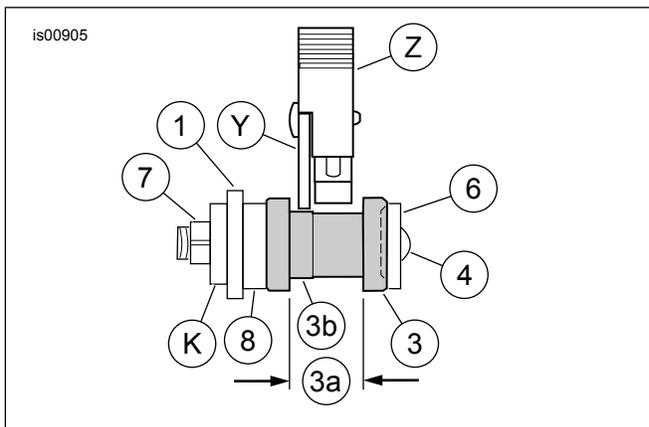
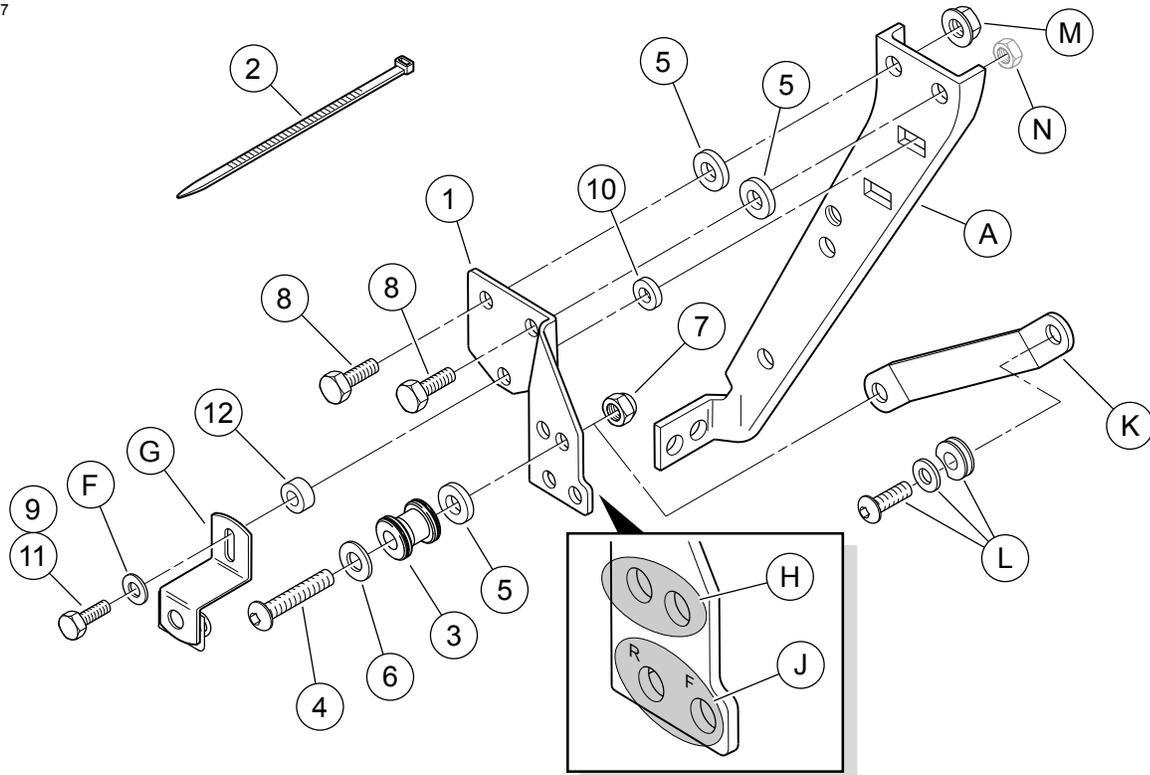
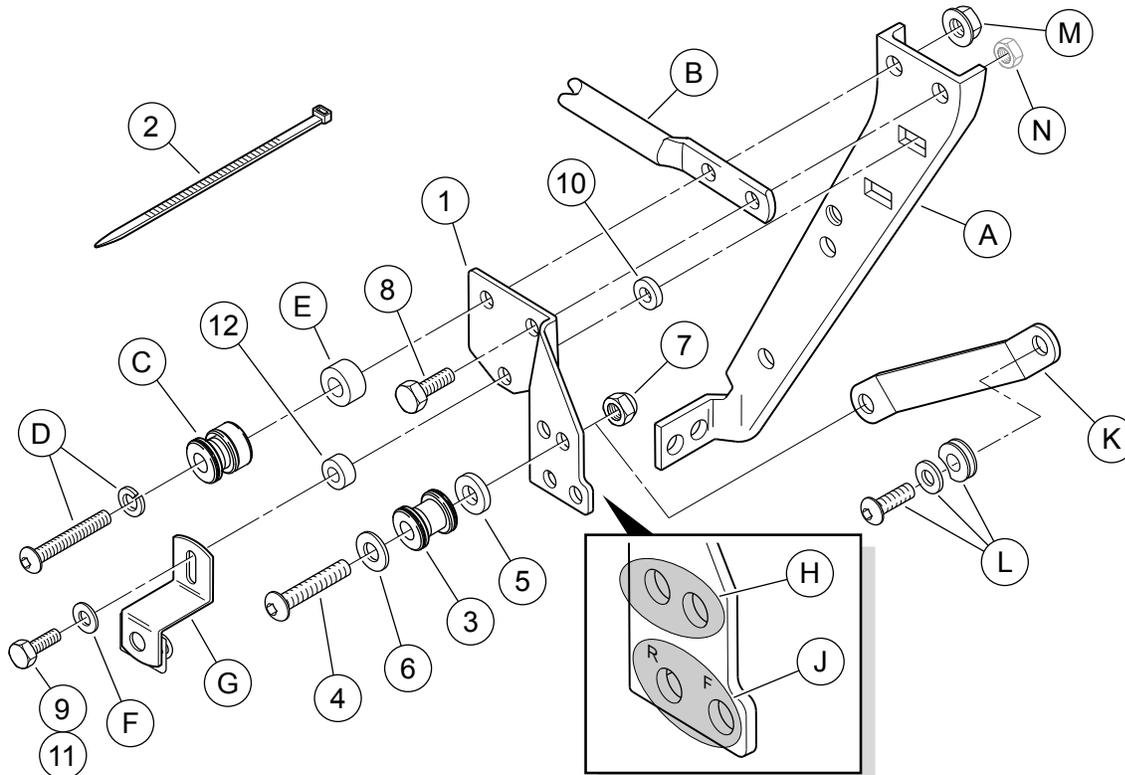

Figure 4. Alignement correct du loquet dans le galet d'ancrage de droite (vu de l'arrière)
Figure 6. Installation SANS les kits d'ancrage 53127-96C et 53746-97B
Figure 7. Installation AVEC les kits d'ancrage 53127-96C et 53746-97B
Voir la Figure 6 ou la Figure 7 et le Tableau 2.
1. Voir la Figure 6 ou la Figure 7. Assembler la visserie d'ancrage comme indiqué.
a. Placer le support de montage (1) sur un côté de la moto. Bien noter que les supports de montage s'adaptent à un côté déterminé. Les lettres estampillées près des trous inférieurs doivent être orientées vers l'extérieur et identifier les positions avant (F) et arrière (R).
b. **Installation aux positions 3 et 4 sans le kit d'ancrage** (voir la Figure 6) : Installer le support de montage en utilisant des vis de 5/16-18 x 25 mm (1 pouce) de long (8) dans les deux trous supérieurs, avec des entretoises de 3,2 mm (1/8 pouce) d'épaisseur (5) sur chaque vis, entre le support de montage (1) et le support de sacoche d'origine (A). **Installation aux positions 3 et 4 avec le kit d'ancrage** (voir la Figure 7) : Installer le support de montage en utilisant une vis de 5/16-18 x 25 mm (1 pouce) de long (8) de ce kit dans le trou supérieur avant, et une vis de 5/16-18 x 57 mm (2 1/4 pouces) de long et la rondelle-frein (D), le galet d'ancrage (C) et l'entretoise de 9,8 mm (0,386 po) d'épaisseur (E) du kit d'ancrage 53746-97B dans le trou supérieur arrière (B) du kit d'ancrage 53127-96C placés entre le support de montage (1) et le support de sacoche d'origine (A).
3. **Pour les modèles FLHR, FLHT ou FLTR** : Introduire les filets dans le trou de dessous du support de montage (1), juste au-dessous des vis installées à l'étape 4b. **Pour les modèles FLHRC ou FLHRS** : Placer une entretoise de 14,3 mm (9/16 po) d'épaisseur (12) sur les filets de vis et introduire les filets dans le trou de dessous du support de montage (1), juste au-dessous des vis installées à l'étape 4b.
4. Placer une entretoise de 3,2 mm (1/8 po) d'épaisseur (10) sur les filets de vis, et introduire les filets dans le support de sacoche (A) et dans l'écrou captif. Serrer la vis à un couple de 13,6 à 19,0 N·m (10 à 14 lb·pi).
8. Voir la Figure 4, le Tableau 1 et la Figure 6 ou la Figure 7. Placer une rondelle (6) sur les filets d'une vis à tête bombée (4) de ce kit. Placer un galet d'ancrage (3) orienté comme indiqué sur les filets de vis, suivi d'une entretoise (8).
9. Pour les modèles de 1994 à 1996, introduire les filets de vis dans le trou le plus en arrière (H) du support de montage (1) comme indiqué. Pour les modèles de 1997 et plus récents, introduire les filets de vis dans le trou le plus en avant (H) du support de montage (1) comme indiqué. Introduire les filets de vis dans le gros trou du support 53805-99 (article K, faisant partie du kit de porte-bagages ou de montant de barre Sissy) et attacher en position avec un contre-écrou (7) sans serrer. Le contre-écrou doit être légèrement desserré pour effectuer l'ajustement du galet d'ancrage à l'étape suivante.